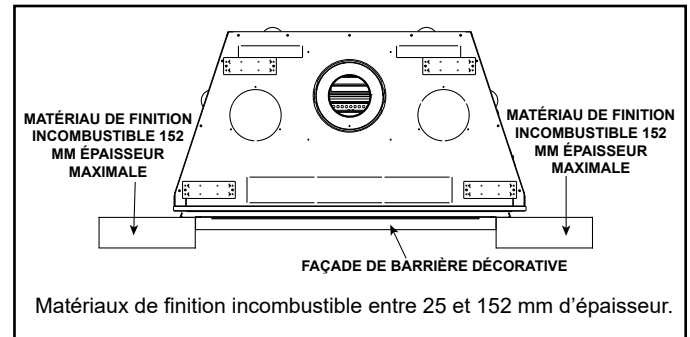

Figure 10.12 Façade décorative à ajustement intérieur
- Ajustement intérieur comme indiqué à la figure 10.12. La façade décorative s'adapte à l'intérieur de l'ouverture de l'appareil.